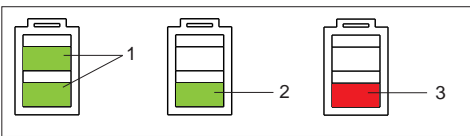

Fig. 10
- Read off battery charge on LED indicator (Fig. 10):
- Estado de carga del acumulador en el indicador LED (Fig. 10):
- Lire l'état de charge de l'affichage DEL (Fig. 10):